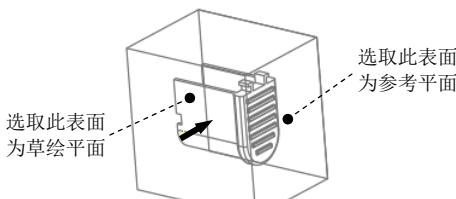

图 9.24 定义草绘平面
(2) 定义草绘截面放置属性。在图形区右击，从系统弹出的菜单中选择**定义内部草绘...**命令；在系统**选择一个平面或曲面以定义草绘平面**的提示下，选取图 9.24 所示的坯料表面为草绘平面，箭头方向为草绘视图方向，然后选取图 9.24 所示的坯料侧面为参考平面，方向为**右**，然后单击**草绘**按钮。